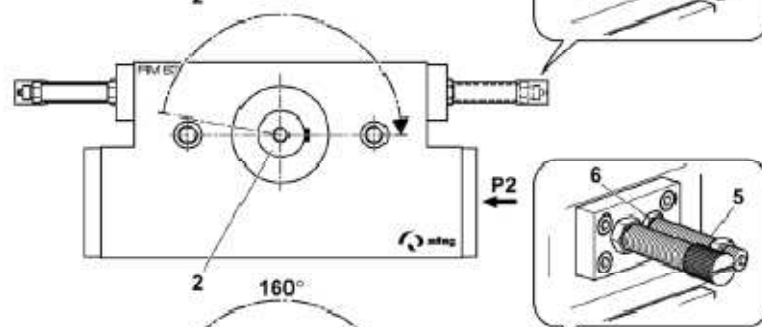

Fig. 15-2
4. Dépressuriser (P1) et pressuriser (P2). L'arbre de pignon (2) pivote dans le sens des aiguilles d'une montre jusqu'à la butée de la vis d'arrêt (5) (Fig.15-2).